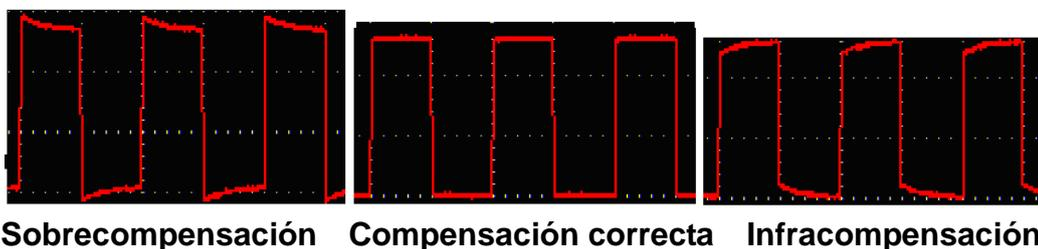

Fig. 0-6 Formas de onda mostradas de la compensación de la sonda
2. Compruebe las formas de onda mostradas y regule la sonda hasta que se consiga una compensación correcta (ver fig. 0-6 y **¡Error! No se encuentra el origen de la referencia.**).